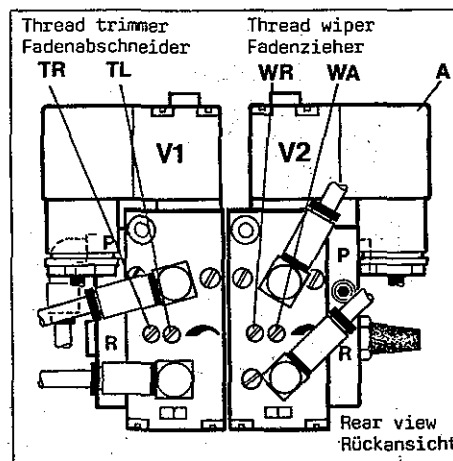
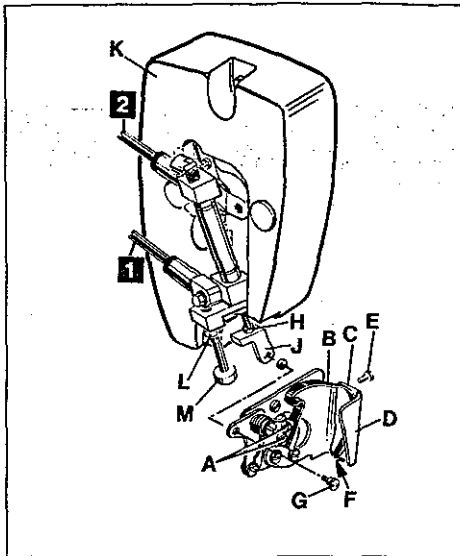
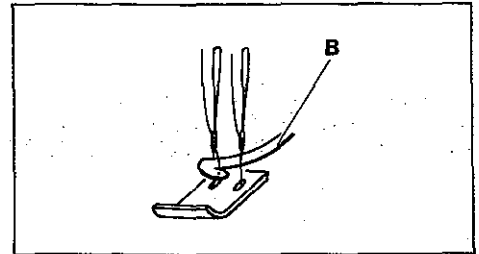
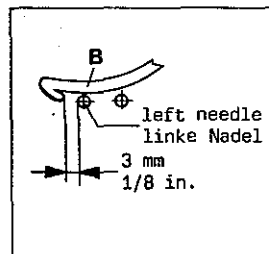

Fig. 51
Fig.52
Fig.54
Fig.55
6.1 Keep power and air supply of thread wiper disconnected by loosening the securing screw and pulling-out plug (A, Fig. 51) on valve (V2) and by disconnecting the PA-tubes (1 and 2, Fig. 52) on the air cylinder of the wiper.
When the hook (B, Fig. 54) returns from left to right it must catch the needle threads and draw them to leaf spring (C, Fig. 52) for clamping.
For adjustment loosen screws (A, Fig. 52), set as required and retighten screws.
6.2 The wiper hook (B, Fig. 52) and leaf spring (C) for clamping the needle threads should be approximately flush at point (F) when the hook (B) is in its right end position.
After loosening screw (E, Fig. 52) set the lower end of leaf spring flush to the lower edge of bracket (D) at point (F). Retighten screw (E).
For adjustment of hook (B, Fig. 52) loosen screw (G) and nut (H) and screw stop (J) in or out as required. Retighten nut (H) and reconnect wiper with screw (G).
6.1 Trennen Sie den Fadenzieher von der Strom- und Luftzufuhr durch lösen der Sicherungsschraube und herausziehen des Steckers (A, Fig. 51) am Ventil (V2) und durch Lösen der PA-Schläuche (1 und 2, Fig. 52) am Luftzylinder des Fadenziehers.
Wenn der Haken (B, Fig. 54) von links nach rechts zurück schwenkt muß er die Nadelfäden mitnehmen und zum Festklemmen zur Blattfeder (C, Fig. 52) ziehen.
Zur Einstellung lösen Sie die Schrauben (A, Fig. 52), stellen entsprechend ein und ziehen die Schrauben wieder an.
6.2 Der Haken für Fadenzieher (B, Fig. 52) und die Blattfeder (C) zum Klemmen der Nadelfäden müssen in der rechten Endstellung des Hakens (B) im Punkt (F) in etwa bündig sein.
Stellen Sie nach Lösen der Schraube (E, Fig. 52) das untere Ende der Blattfeder (C) bündig zur unteren Kante des Halters (D) bei Punkt (F). Ziehen Sie die Schraube (E) wieder an.
Zur Einstellung des Hakens (B, Fig. 52) lösen Sie die Schraube (G) und die Mutter (H) und schrauben den Anschlag (J), nach Bedarf ein oder aus. Ziehen Sie die Mutter (H) wieder an und verbinden Sie den Fadenzieher wieder mit der Schraube (G).
6.2 Stop screw (M, Fig. 52) limits the motion of the wiper hook to the left. Loosen nut (L) and set the stop screw (M) so that stop (J) strikes against it when the wiper hook (Z, Fig. 55) is 3 mm (1/8 in.) left of the left needle. Retighten nut (L, Fig. 52).
HINT: For disassembling head cover (K, Fig. 52) remove screw (G), the two head cover fastening screws and disconnect PA-tubes (1 and 2).
The speed for the movement of the thread trimmer mechanism to the left for cutting is regulated with screw (TL, Fig. 51) and the speed for the movement to the right in home position is regulated with screw (TR) on valve (V1).
The speed for the movement of the wiper hook to the left is regulated with screw (WL, Fig. 51) and the movement to the right in home position is regulated with screw (WR) on valve (V2).
6.2 Die Anschlagschraube (M, Fig. 52) begrenzt den Weg des Hakens für Fadenzieher nach links. Lösen Sie die Mutter (L) und stellen Sie die Anschlagschraube (M) so, daß der Anschlag (J) an ihr anschlägt, wenn der Haken für Fadenzieher (Z, Fig. 55) 3 mm links der linken Nadel steht. Ziehen Sie die Mutter (L, Fig. 52) wieder an.
HINWEIS: Entfernen Sie zum Abnehmen des Kopfdeckels (K, Fig. 52), die Schraube (G) sowie die beiden Kopfdeckel-Befestigungsschrauben und lösen Sie die PA-Schläuche (1 und 2).
Die Geschwindigkeit für die Bewegung des Fadenabschneidermechanismus nach links zum Schneiden wird mit der Schraube (TL, Fig. 51) und für die Bewegung nach rechts in die Ruhestellung mit der Schraube (TR) am Ventil (V1) reguliert.
Die Geschwindigkeit für die Bewegung des Hakens für Fadenzieher nach links wird mit der Schraube (WL, Fig. 51) und für die Bewegung nach rechts in die Ruhestellung mit der Schraube (WR) am Ventil (V2) reguliert.